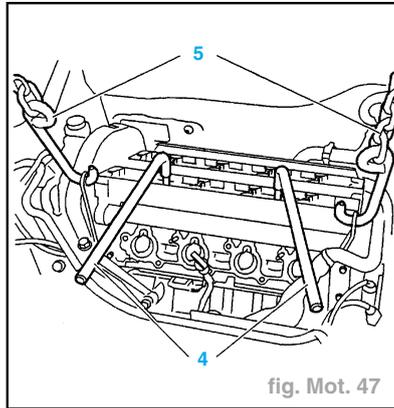

fig. Mot. 47
- Poser les outils (4) et (5) (références : 149-T et 2517-TB) (fig. Mot. 47).
- Basculer et décoller la culasse à l'aide des leviers (4) (si nécessaire).
- Basculer et décoller la culasse et collecteur, à l'aide des leviers (4) (si nécessaire).